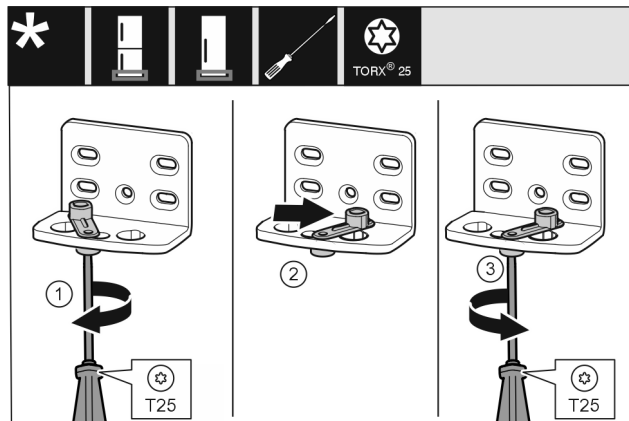

Fig. 18 *
- Odvijačem labavo uvrnite vijak Fig. 18 (1).*
- Podignite pomagalo za zatvaranje vrata Fig. 18 (2) i okrenite ga za 90° nadesno u provrt.*
- Odvijačem pritegnite vijak Fig. 18 (3).*